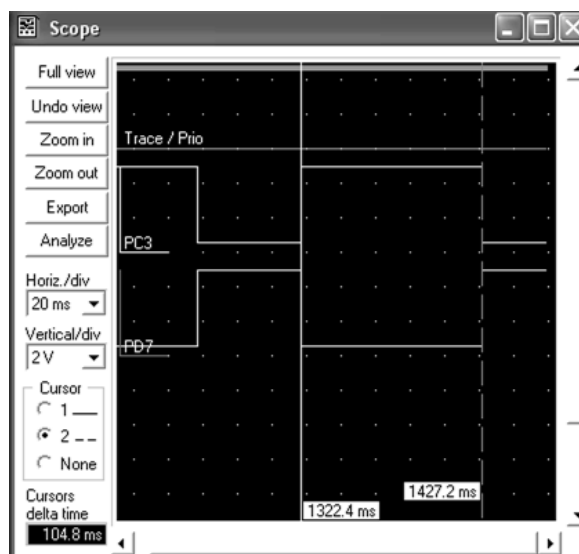

рис.8
5. Открыть экран виртуального осциллографа "View-Scope". Установить в его настройках развертку по горизонтали 20 мс/дел, развертку по вертикали 2 В/дел. Подождать, пока будет построен график изменения напряжений на линиях PC3, PD7 (рис.8). Как и ожидалось, единичному уровню PC3 соответствует нулевой уровень PD7 и наоборот. Особенность VMLab состоит в том, что рисуются не только логические уровни на линиях МК, но и вычисляются их абсолютные аналоговые величины.
6. Для временной остановки изображения нажать клавиши Shift+F5 или иконку "Pause program". Далее в левой стороне экрана поставить точку в окошке "Cursor 1", затем "мышью" на осциллограмме провести вертикальную линию первого замера. Поставить точку в окошке "Cursor 2" и провести линию второго замера. Цифровые данные будут высвечиваться на поле осциллограммы. В частности, на рис.8 отсчеты равны 1322,4 и 1427,2 мс, следовательно, время между переходами напряжений "0"–"1" (свечение индикатора HL2) составляет $t_2=104,8$ мс. Сместив линию курсора к левому фронту импульса, аналогичным образом определяют время свечения индикатора HL1 $t_1=60$ мс.